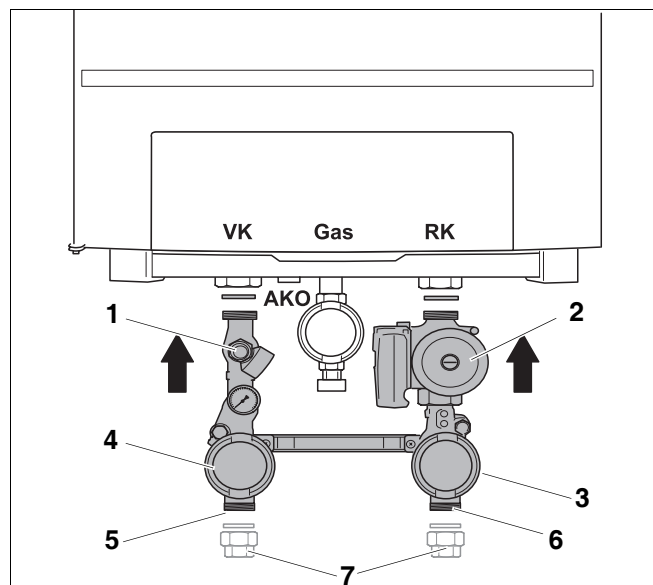

Bild 9 Montera underhållsarmaturer
- Montera underhållsarmaturerna, blå och röd (bild 9, pos. 3 och pos. 4) med inlagd plan gummitätning på anslutningarna RK och VK (retur- och framledning till värmepannan).
- Anslut framledningen späningsfritt till underhållsarmaturen, röd (bild 9, pos. 5). Använd eventuellt anslutningsförskruvningen (tillbehör, bild 9, pos. 7).
- Anslut returledningen späningsfritt till underhållsarmaturen, blå (bild 9, pos. 6). Använd eventuellt anslutningsförskruvningen (tillbehör, bild 9, pos. 7).
En 4 bar-säkerhetsventil ingår i anslutningsgruppen (bild 9, pos. 1).